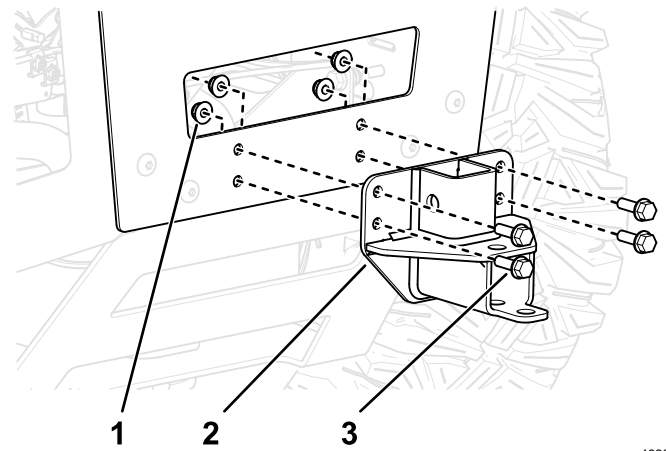

**Figure 13**
2. Fixez le support de stabilisation à la protection arrière au moyen de 2 boulons de carrosserie (5/16" x 1") et 2 contre-écrous (5/16"), comme montré à la Figure 13.